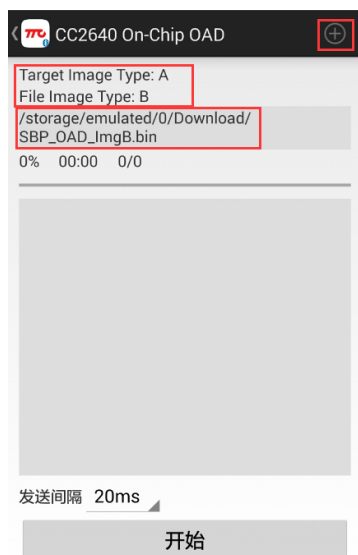

图 3-2-14 载入文件
- (7) 显示 Target Image Type 为 A；点击“+”，导入 bin 文件，File Image Type 为 B，设置传输间隔为 24ms，点击开始，如图 3-2-14 及 3-2-15；